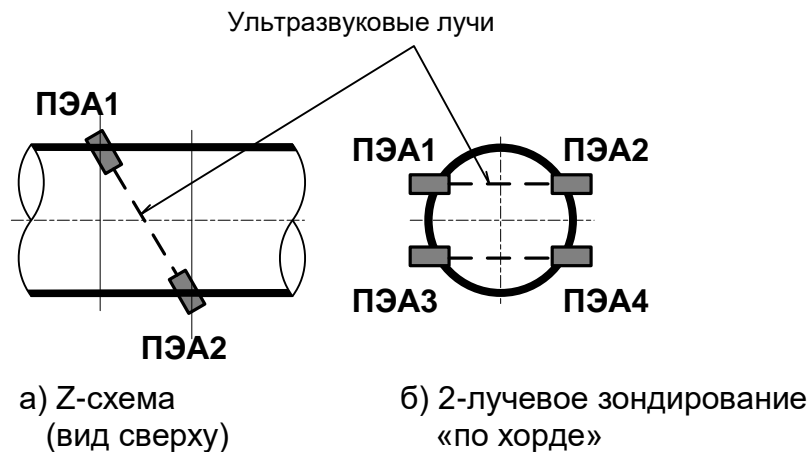

Рис.2. Расположение пар ПЭА по сечению трубопровода.
1.5.1.3. В расходомере реализовано двухлучевое зондирование потока контролируемой жидкости по Z-схеме (рис.2а). На один трубопровод (измерительный участок) «по хорде» устанавливаются две пары врезных ПЭА (рис.2б).